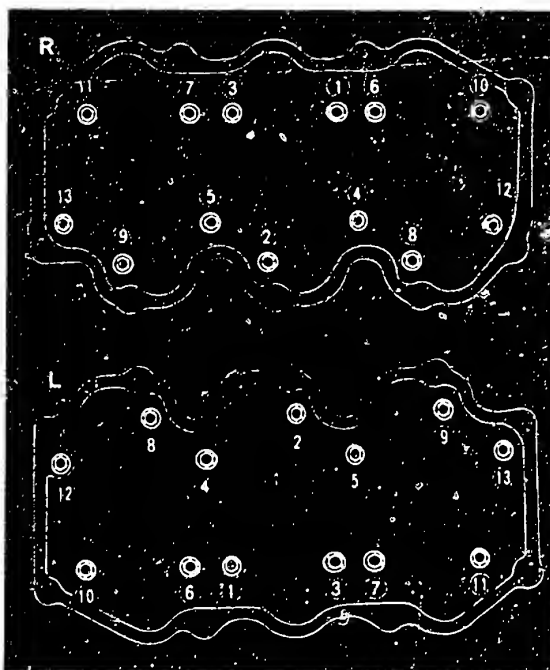

Bild 4 Anzugsreihenfolge der Zylinderkopfschrauben. R Rechte Seite – L Linke Seite.
in umgekehrter Anzugsreihenfolge vorzugehen (Bild 4).
c) Beim **Einbau** des Zylinderkopfs ist zu kontrollieren, ob der Kolben im Verdichtungs-OT des 1. Zylinders steht. Das Anziehen der Zylinderkopfschrauben (Bild 4) erfolgt in fünf Operationen zuerst mit 29 Nm, dann mit 59 Nm. Danach werden sämtliche Schrauben vollständig gelöst, wieder mit 29 Nm angezogen und abschliessend um 60...65° weitergedreht. Wenn kein Winkelschlüssel zur Verfügung steht, kann als letzter Schritt mit 59 Nm angezogen werden.